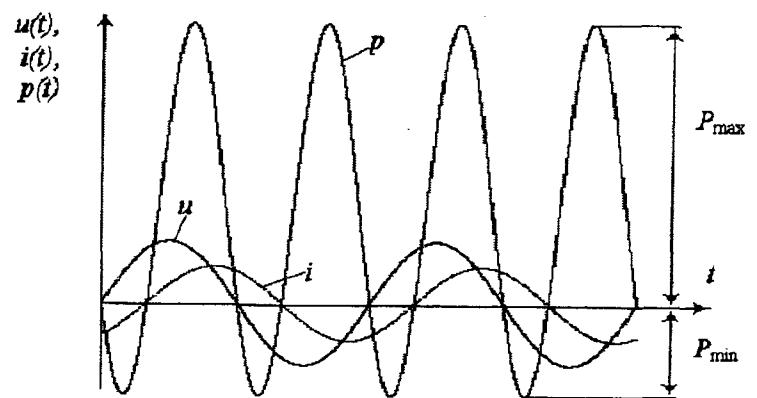

Рис.1.28
**Ватметр.** У бібліотеці компонент вимірювальних приладів програми *EWB* (версія 5.12) ватметр відсутній, але є можливість побудувати його модель з таких міркувань. Нехай навантаження споживача (двополюсника) має активно-індуктивний характер. Напруга і струм на вході такого двополюсника зсунені за фазою на кут  $\phi$  (рис.1.28).